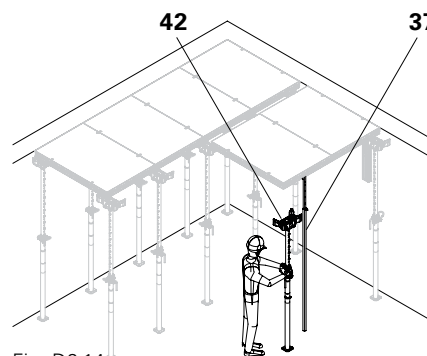

Fig. D2.14c
3. Inserire in obliquo il puntello con testa d'appoggio DBH (42) alla fine del pannello, quindi metterlo a piombo spingendolo verso l'esterno. Distanza 1,50 m. (Fig. D2.14c)